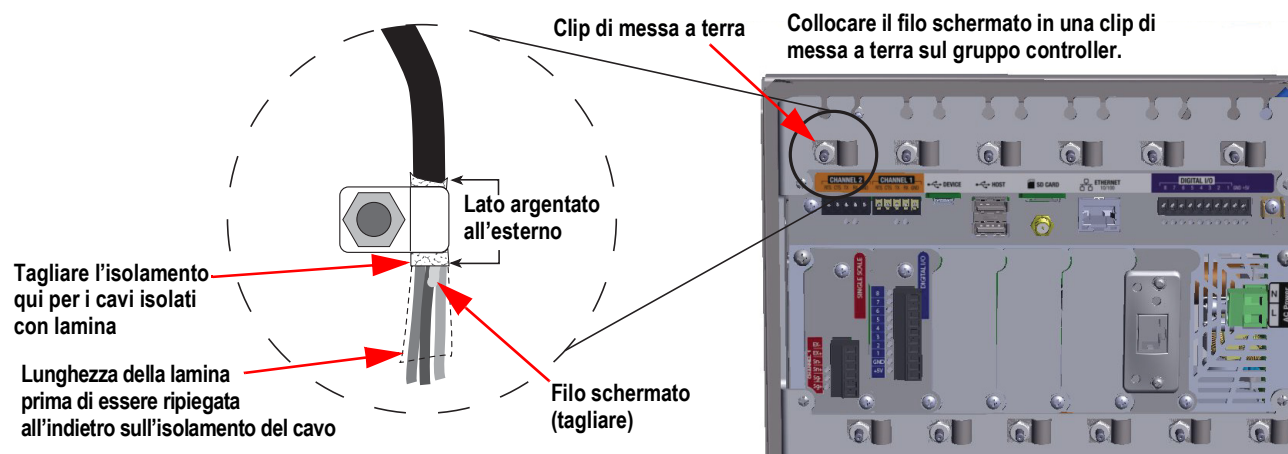

Figura 2-28. Morsetto e perno di terra del 1280 con montaggio a pannello
3. Tagliare e piegare il filo schermato e la lamina isolante come in Figura 2-28.